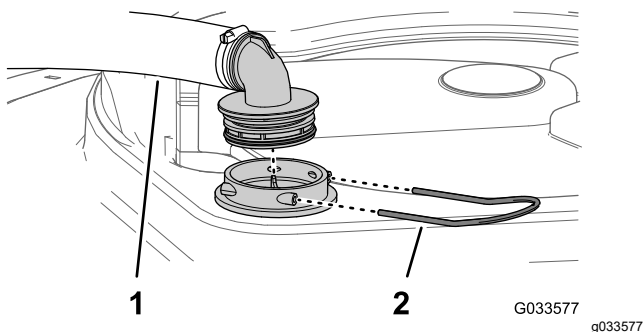

Figura 103
2. En la parte superior del depósito de fumigación, retire la horquilla de retención que sujeta el acoplamiento que está conectado a la manguera grande y al alojamiento del filtro (Figura 103).
3. Retire la manguera y el acoplamiento del alojamiento del filtro (Figura 103).